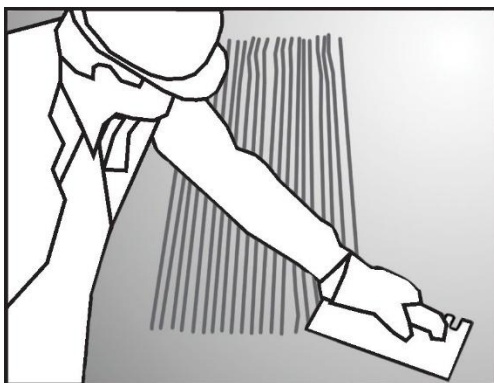

Figure 3
– Pose des panneaux FOAMGLAS® en pleine adhérence avec de la colle à froid PC®58, consommation 3,5 kg /m² minimum. Appliquer la colle à froid PC®58 au moyen d'une taloche dentée (dents 8 à 10 mm) directement sur le support (figure 3). Les joints de panneaux ne sont pas traités.